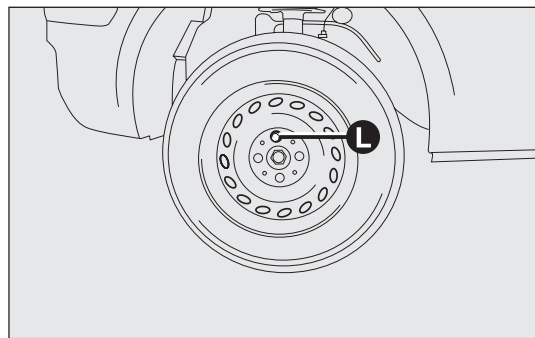

fig. 125
- ❑ togliere la coppa ruota (se presente) dopo aver svitato i tre bulloni che la fissano ed infine svitare il quarto bullone L-fig. 125 ed estrarre la ruota (per versioni con motorizzazione Multijet);